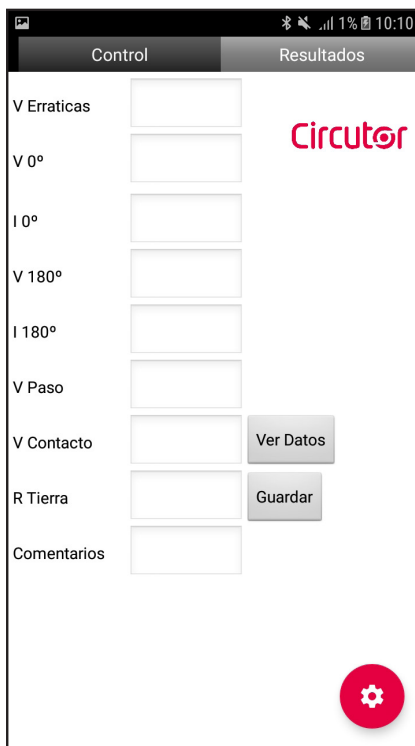

Figura 6: Pantalla de Resultados.
11.- Una vez finalizada la prueba en la pantalla **Resultados** de la aplicación, se pueden consultar todos los resultados, **Figura 6**.